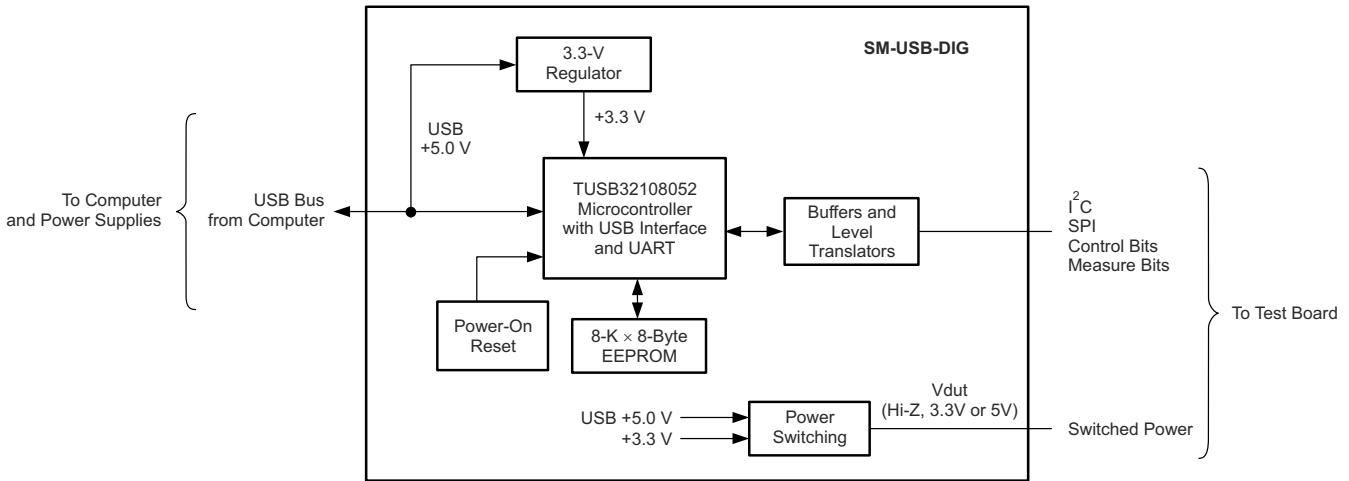

图 2-3. SM-USB-DIG 平台方框图
(1) 当 V_{DUT} 为高阻态时，所有数字 I/O 也为高阻态。
图 2-3 所示为 SM-USB-DIG 平台的方框图。此平台是一种通用数据采集系统，用于其他德州仪器 (TI) 评估模块。运行详细信息在一个单独的文档 SBOU098 中 (可从 www.ti.com 下载) 提供。图 2-3 中显示的方框图简要概述了该平台。TUSB3210 是 SM-USB-DIG 平台的主控制器件。